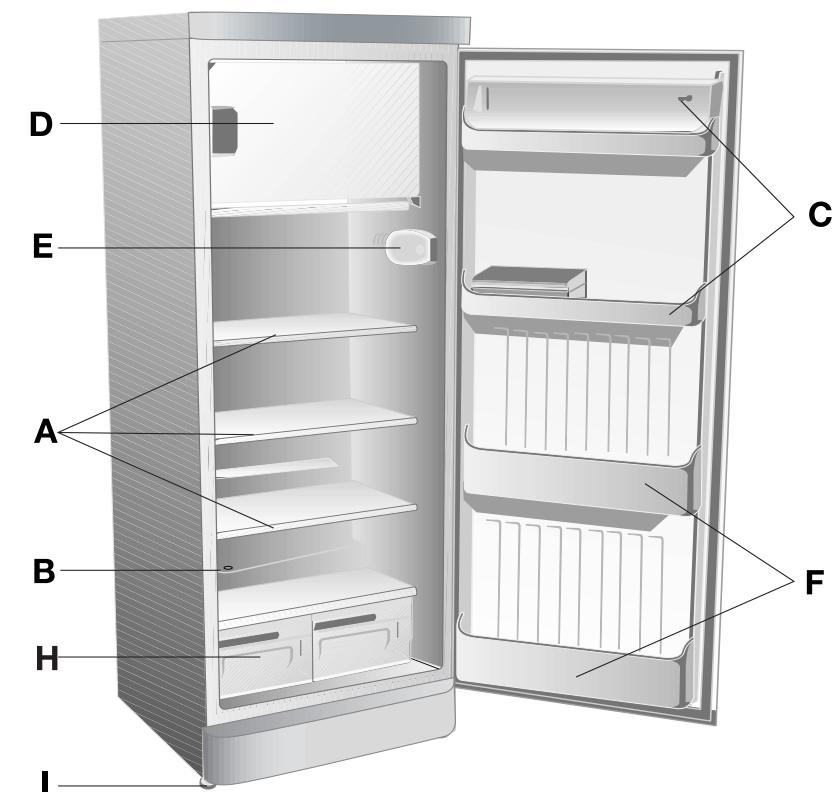
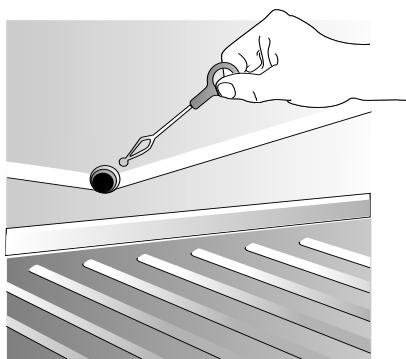

fig. 1
fig. 7
- Veillez à ne pas verser de l'eau dans la rigole d'évacuation pendant le nettoyage. (fig. 1:B).
Lorsque l'appareil fonctionne, il se forme des gouttes d'eau ou du givre sur la paroi arrière de l'espace de réfrigération. Le dégivrage de la partie réfrigération s'effectue automatiquement pendant le processus de réfrigération. L'eau de dégivrage est recueillie par la rigole d'évacuation (fig. 1:**B**) dans un petit bac situé sur le compresseur. L'eau de dégivrage s'y évapore du fait de la chaleur émise par le compresseur. En cas de formation persistante de givre ou de glace, positionnez temporairement le bouton du thermostat sur **0**.
Contrôlez régulièrement si la rigole d'évacuation de l'eau du dégivrage (fig. 1:B) n'est pas bouchée. Le cas échéant, utilisez le débouchoir pour libérer son entrée (fig. 7).
Le dégivrage du compartiment congélateur (fig. 1:D), a lieu de façon manuelle:
- éteignez l'appareil et ouvrez la porte; pour accélérer la phase, vous pouvez introduire une bassine d'eau tiède dans le compartiment (fig. 1:D).